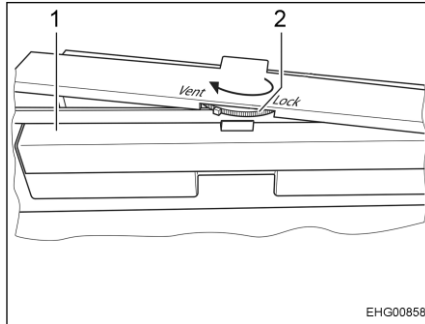

Bild 56 Låsratt på kylskåpsdörren
- Vrid låsratten (Bild 56,2) så långt det går till läget "Vent".
- Stäng dörren (Bild 56,1) försiktigt tills den går i lås. Dörren är nu låst i ett lätt öppet läge.